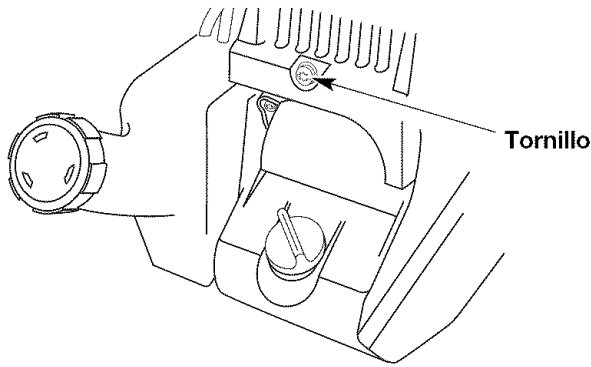

Fig. 24
- Saque el tornillo que está detrás de la cubierta del motor (Fig. 24).